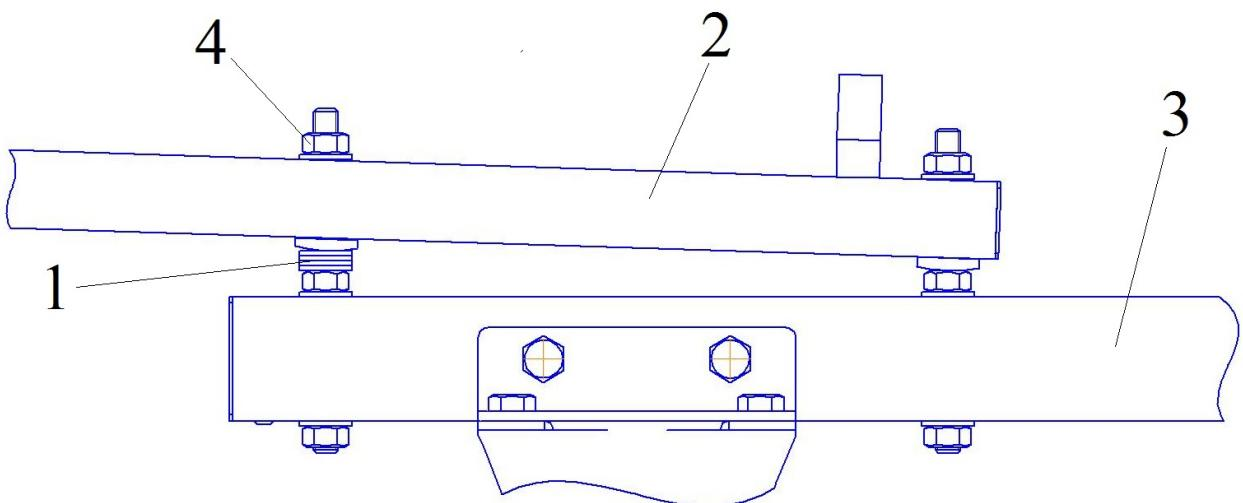
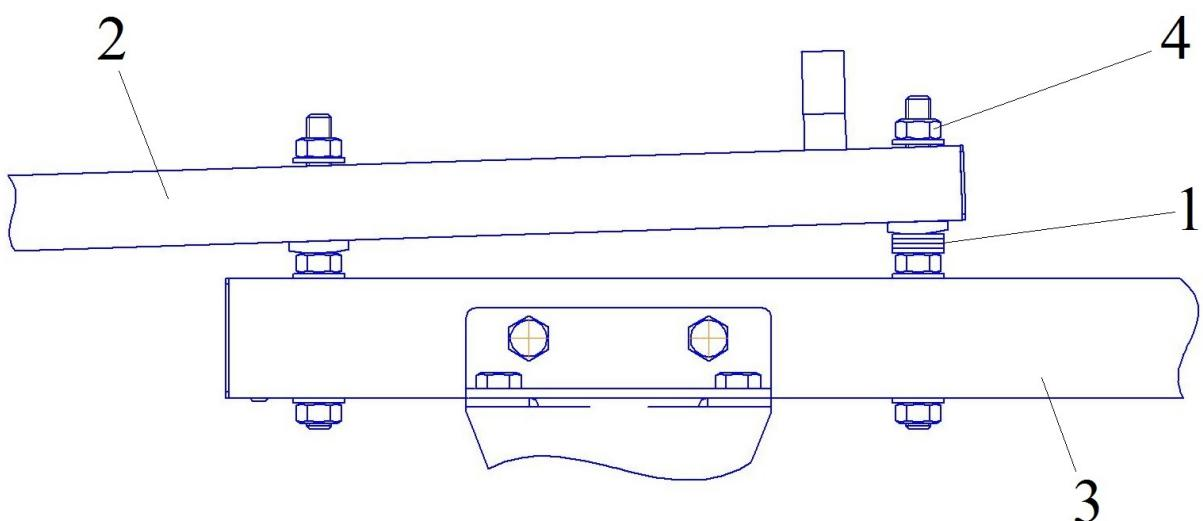

Рис.3
Рис.4
4.1 Установка ГВ-Л1300 ДЖЕТ 670 состоит из колесной тележки 1, с 2 фиксированными 2 и 2 поворотными колесными опорами 3. На тележке установлен ложемент 4 для закрепления газовых баллонов, рукоятка 5 для перемещения тележки, рама горелки 6 с опорами 7 для закрепления горелки. К раме горелки крепится горелка 8 с огневыми наконечниками 9 (16 шт.) и защитными экранами, передним 10 и задним 25. Задний защитный экран устанавливается так чтобы зазор между ним и поверхностью был не менее 20 мм (см.Рис.4) Газовые баллоны 11 и 12 (в комплект поставки не входят) устанавливаются на тележку, и фиксируются к ложементу цепями 13 и 14 с карабинами. На вентиль одного баллона устанавливается газовый редуктор БПО-5 15 с выходным двухветильным тройником 16, на вентиль другого баллона устанавливается редуктор БПО-5 17 с выходным вентилем 18. На тележку устанавливается запальня горелка 19 и присоединяется рукавом Ду9 20 к одному из вентилей тройника. К другому вентилю тройника присоединяется рукав Ду9 21 идущий к первому присоединительному штуцеру газовой горелки. К выходному вентилю второго редуктора присоединяется рукав Ду9 22 идущий к другому присоединительному штуцеру газовой горелки. Рукава фиксируются зажимами 23. На тележку устанавливается огнетушитель ОУ-2 24 (поставляется по заказу).
4.5.7 Для установки рамы горелки в рабочее положение четыре шпильки (14) установить в отверстия в передней части рамы тележки (см.рис.3) и закрепить гайками (24) с шайбами плоскими (26) и шайбами пружинными (27). На две передние шпильки установить по 4 шайбы (26), после чего закрепить на них раму горелки (8) и зафиксировать ее гайками (24) с шайбами плоскими (26) и шайбами пружинными (27).
5.7 Конструкция рамы горелки позволяет регулировать зазор между нагреваемой поверхностью и наконечниками, путем установки регулировочных шайб. Установка по одной дополнительной шайбе (поз.1) на передние шпильки крепления рамы горелки (поз.2) к раме тележки (поз.3) с каждой стороны (рис.3) приподнимает горелку на 5,5 мм , 2 шайбы — 11 мм , 3 шайбы — 16 мм, 4 шайбы — 22 мм, шайб (поз.1). Установка шайб на задние шпильки — опускает (рис.4). Для установки регулировочных щайб следует открутить верхние гайки (поз.4) крепления рамы горелки, снять раму горелки и установить шайбы, после чего установить обратно раму горелки и затянуть гайки.